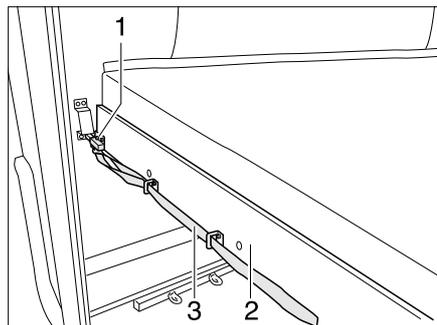

Bild 112 Etagenbett (Heck)
- An der Schlaufe (Bild 112,3) ziehen und den Riegel (Bild 112,1) lösen.
- Den Lattenrost (Bild 112,2) mit der Matratze nach vorn ziehen, bis er einrastet.